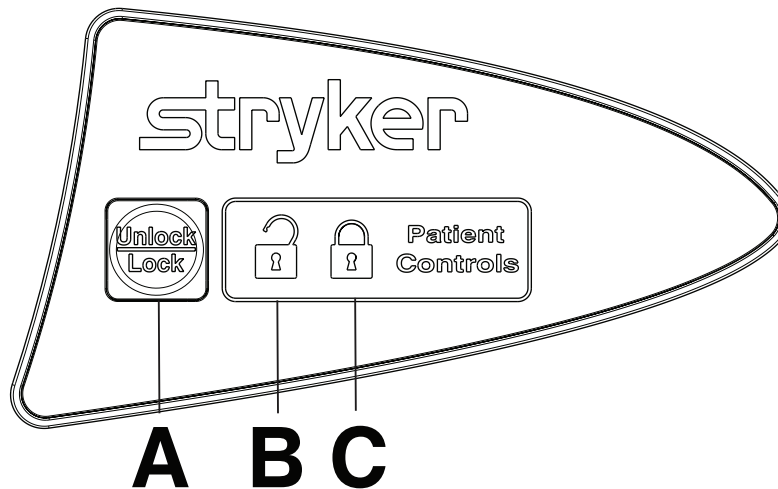

Abbildung 15 – Patienten-Bedienkonsolen-Sperre
Zum Sperren der Patienten-Bedienkonsole am Seitengitter einmal auf **Unlock/Lock** (Sperrn/Entsperrn) (A) drücken (Abbildung 15).